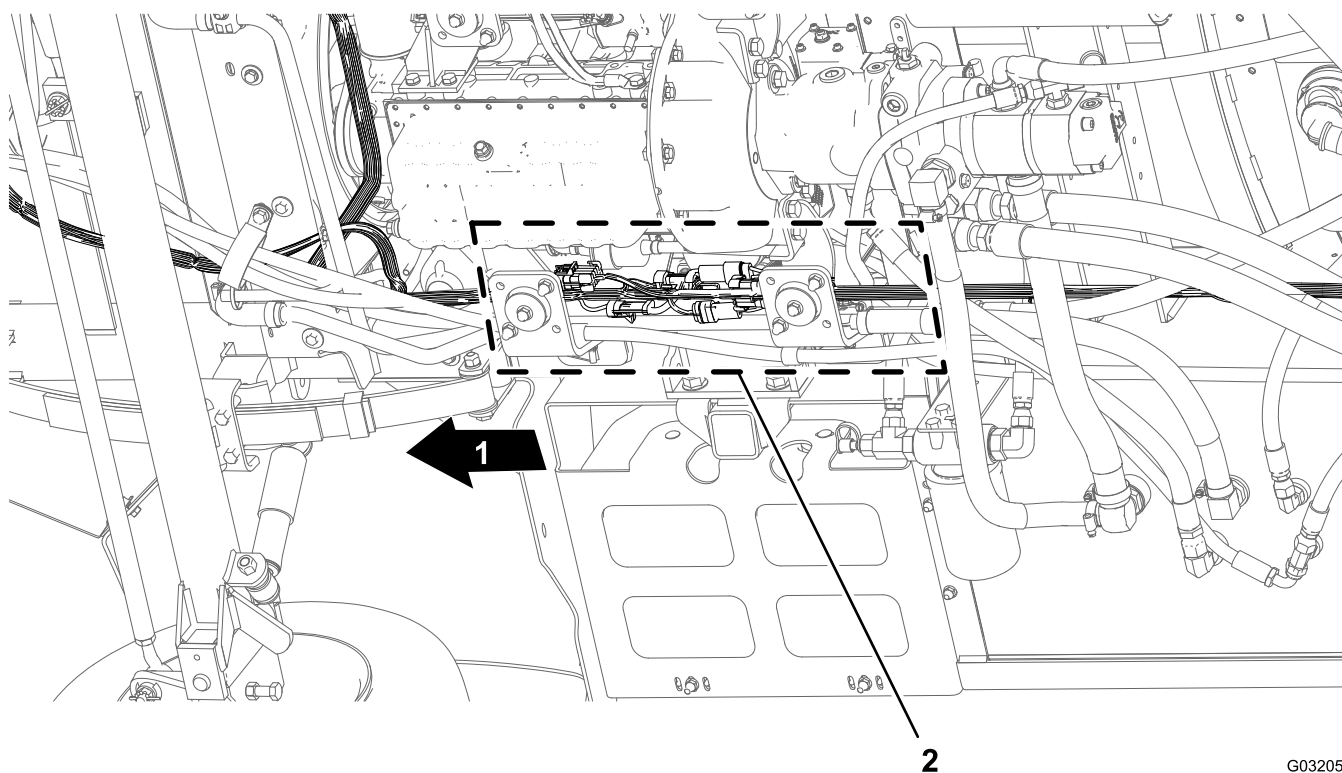

Bild 14
1. Suchen Sie an der Maschinenunterseite entlang des rechten Rahmenrohrs die elektrischen Anschlüsse für den vorderen und hinteren Kabelbaum der Maschine (Bild 14).